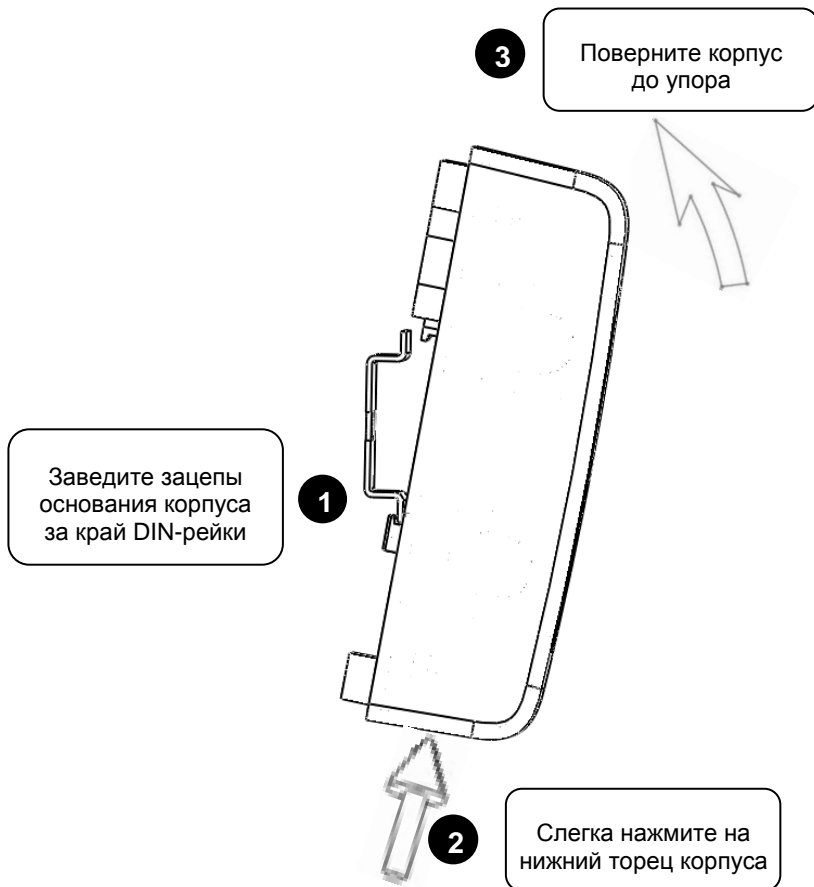

Рисунок 5. Крепление блока «Сигнал-20П» на DIN-рейку
3.3.2 Установите блок на DIN-рейку в порядке, указанном на рис. 5.